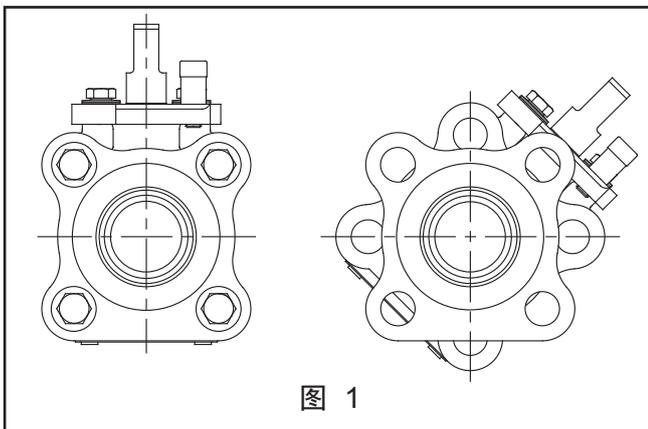

图 1
5. 为了保持对准及便于在线装配,每个侧体大概应有1/16”(1.6mm)距离与阀体扣紧,见(图3)所示。为克服这一点,拆卸时,每个侧体应与阀体至少分开1/8”(3.2mm)距离。用木块或塑料锤子轻轻敲击阀体和侧体,使阀体密封松动。拉开两侧体将阀体旋离管道。如果两侧体拉不开,可拆去留下的阀体螺栓以便于拉开,再按(图1)从侧体(2)间旋出阀体(1)。注意不要损坏阀门每个连接端的密封面“A”(见图3)。